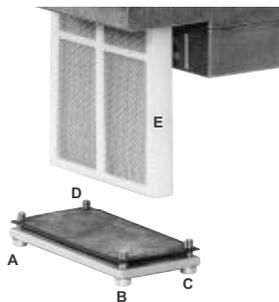

Fig. 49
- Exámen y limpieza cuidadosa de la fotocélula UV revelación llama. Si fuese necesario, sustituir. En caso de dudas verificar el circuito de revelación, después haber puesto nuevamente en función el quemador, siguiendo el esquema en Fig. 49.